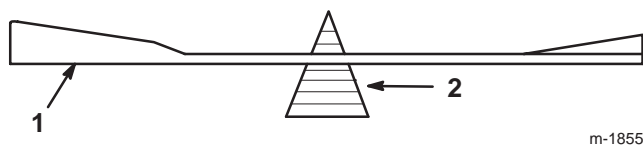

Bild 36
2. Überprüfen Sie die Auswuchtung jedes Messers auf einer Ausgleichsmaschine (Bild 36). Wenn das Schnittmesser in seiner horizontalen Position bleibt, ist es ausgewuchtet und kann wiederverwendet werden. Feilen Sie, wenn das Schnittmesser nicht ausgewuchtet